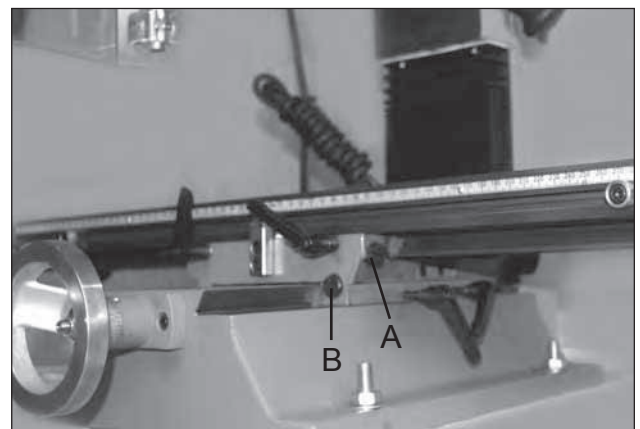

Fig. 17
1. Der Quertisch kann mit den Einstellschrauben (A, Fig. 17) eingestellt werden. Die Einstellung des Längstisches wird mit den Einstellschrauben (B, Fig. 17) vorgenommen. Die Einstellung des Bohrkopfes erfolgt über die Einstellschrauben (C, Fig. 18).